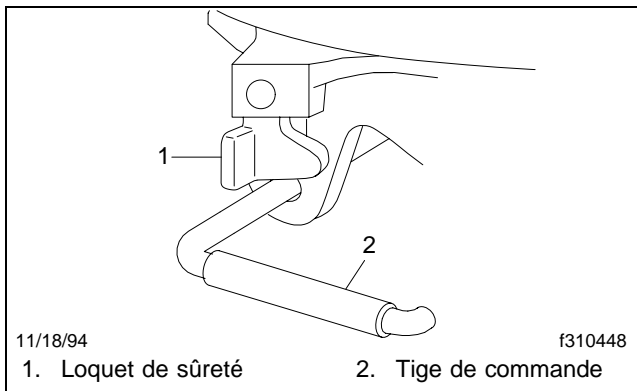

Fig. 10.14, Mécanisme de verrouillage du pivot d'attelage Simplex, verrou de sécurité (position verrouillée)
Pendant l'attelage, le pivot d'attelage touche la mâchoire et la fait pivoter en position verrouillée. Cette action déplace automatiquement la tige de commande en position verrouillée. Cela verrouille fermement la mâchoire autour du pivot d'attelage. En position verrouillée, le loquet de sûreté se balance librement au-dessus de la tige de commande. Consultez la **Fig. 10.14**.
7. Assurez-vous visuellement du bon verrouillage du pivot d'attelage (même si le véhicule est équipé d'un système pneumatique Touchloc). La plaque d'assise de la semi-remorque doit bien reposer sur la surface d'assise de la sellette d'attelage. Lorsque le verrouillage est correct, la tige de commande s'est déplacée vers l'intérieur en position verrouillée et le loquet de sûreté se balance librement au-dessus de la tige de commande. Consultez la **Fig. 10.14**.